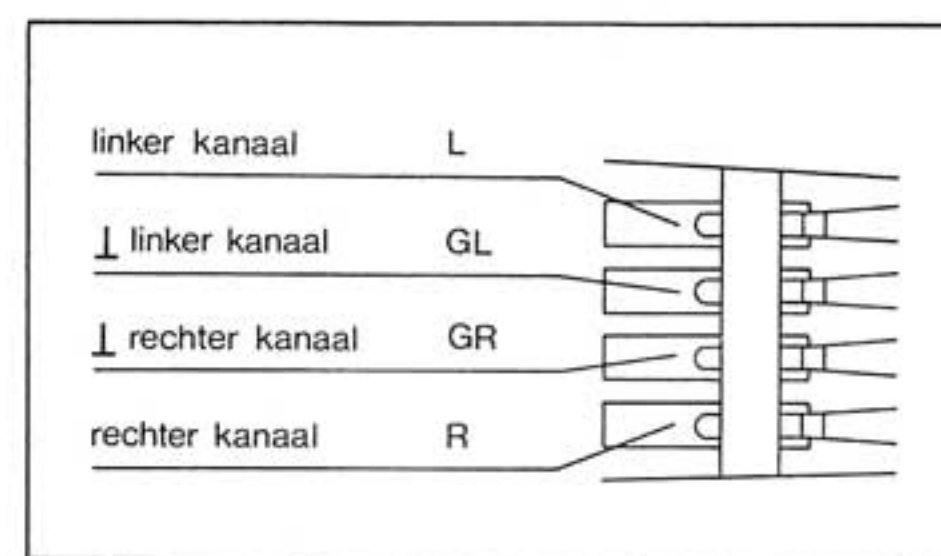

Fig. 13
3. De aansluitingen aan de systeemhouder moteren volgens de kleurcode van fig. 13.